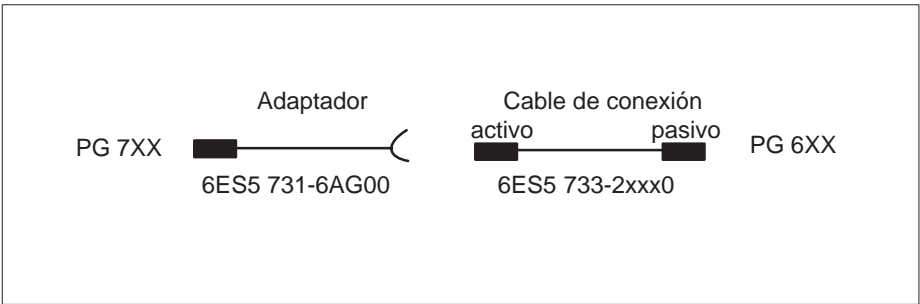

Figura 3-11 Sentido de conexión: adaptador-cable de conexión
1)Al realizar la conexión en serie hay que prestar particular atención al sentido de la conexión (véase la figura 3-11).